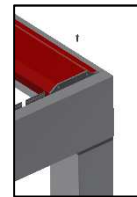

Abbildung 91
- von oben mit Bohrschraube (6/vorbohren) am Stirnprofil befestigen (Abbildung 91)